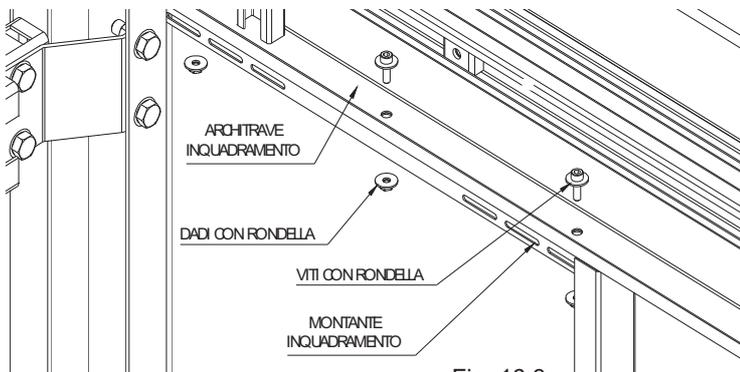

Fig. 16.3
- ✓ Unire i montanti dell'inquadramento porta con l'architrave con le apposite viti, ricordandosi di utilizzare le rondelle antisvitamento, come indicato in Fig. 16.3